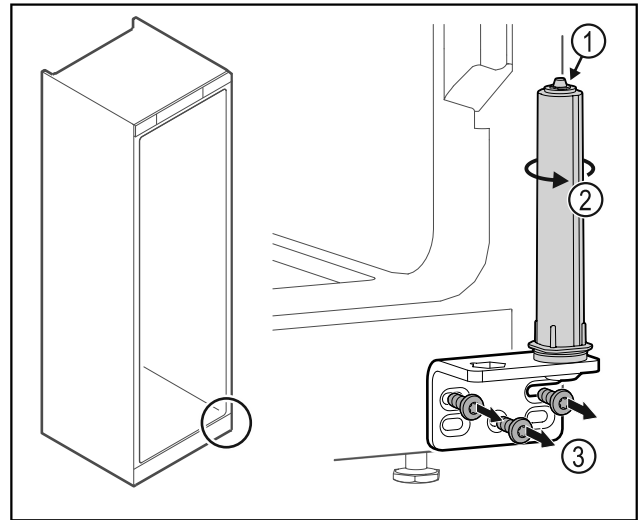

Fig. 34
- ▶ Neardykite durų uždarymo sistemos Fig. 34 (1).
- ▶ Sukite uždarymo sistemą Fig. 34 (2), kol ji užsifiksuos.
- ▶ Atsukite šarnyrinį kampuočių Fig. 34 (3).